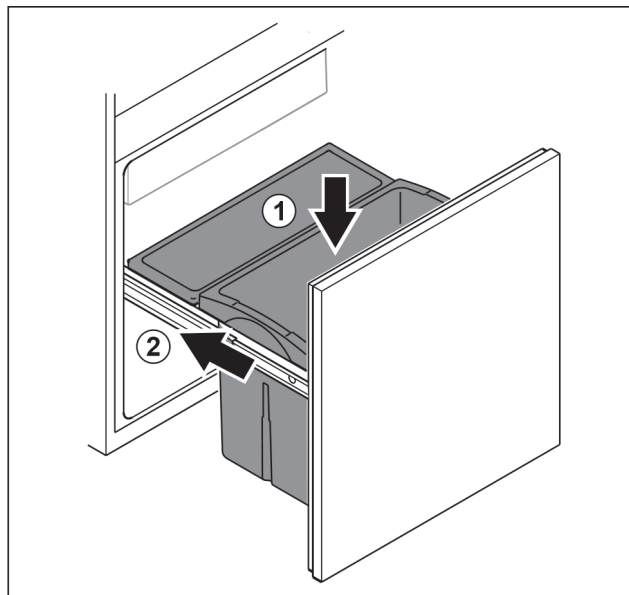

Fig. 98
- ▶ Predal vstavite od zgoraj. Fig. 98 (1)
- ▶ Vstavite izvlečni voziček. Fig. 98 (2)